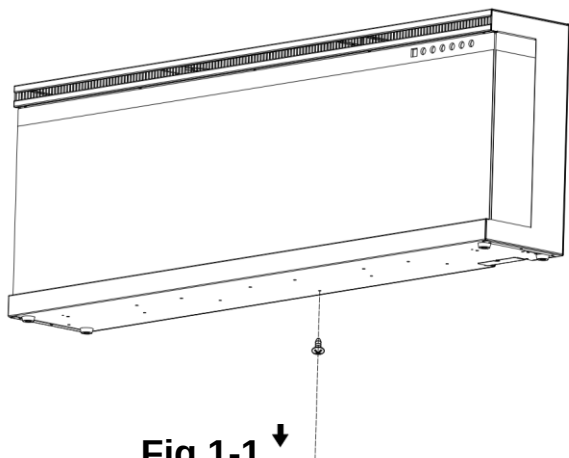

Fig 1-1 ↓
A. Retire el tornillo plateado de la parte inferior del dispositivo. (**Fig. 1-1**). Coloque el tornillo en un lado.